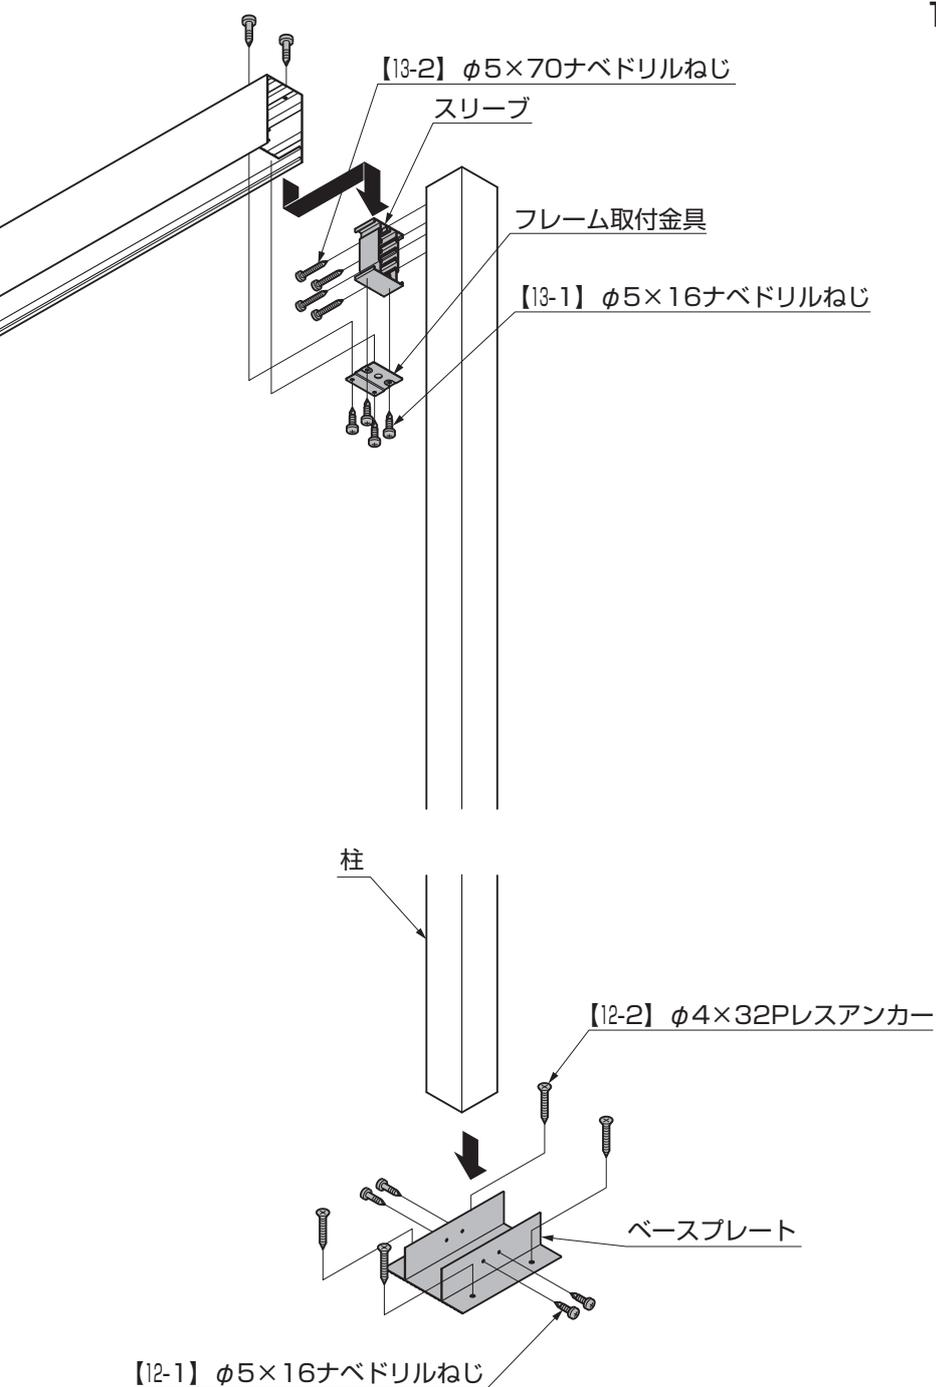

図4-2
- 柱をベースプレートを使って固定する場合は【12-1】、【12-2】で取付けてください。(図4-2参照)
- ④ スリーブをフレームに、【13-1】で取付けてください。
- ⑤ スリーブとフレームにフレーム取付金具を、【13-1】で取付けてください。